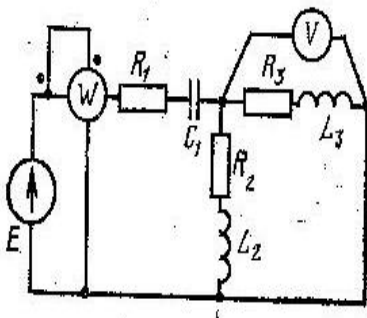

Рис. 2.1
- со смешанным соединением элементов R,L,C, схема замещения которой изображена на рис. 2.1 – 2.28,